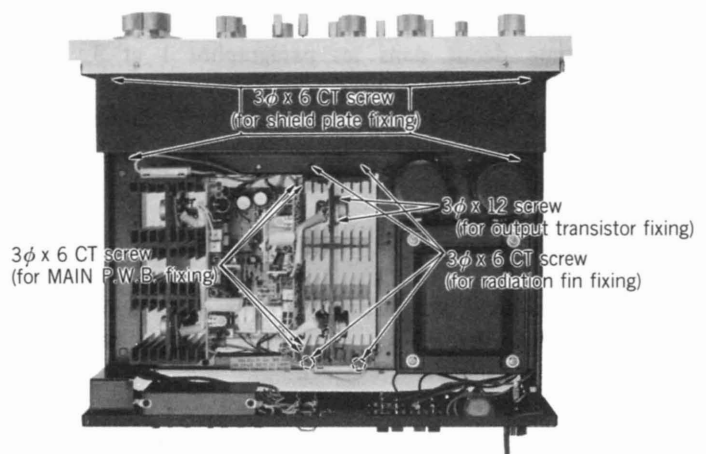

Fig. 2
- (1) Remove the top cover and Front panel as described in DISASSEMBLY items 1, 3.
- (2) Remove the four screws of the shield plate. (Fig. 2)
- (1) After removing item 3, remove the four screws. (Fig. 2)
- (2) Remove the four screws of the printed wiring board. (Fig. 2)
- (1) After removing item 4, remove the two screws at each transistor. (Fig. 2)
- (2) Pull out the transistor from the Radiation fins.
- (1) Déposer le capot supérieur et le panneau avant comme décrit dans les paragraphes 1 et 3 (DÉMONTAGE).
- (2) Défaire les quatre vis de fixation de la plaque de blindage comme le montre la Fig. 2.
- (1) Déposer le capot supérieur, la plaque inférieure et le panneau avant comme décrit dans les paragraphes 1, 2 et 3.
- (1) Après avoir réalisé les opérations de dépose 3., défaire les quatre vis de fixation comme le montre la Fig. 2.
- (2) Défaire les quatre vis de la plaquette de circuit imprimé comme le montre la Fig. 2.
- (1) Après réalisation des opérations 4, défaire les deux vis de fixation de chaque transistor comme le montre la Fig. 2.
- (2) Séparer le transistor des ailettes de rayonnement.